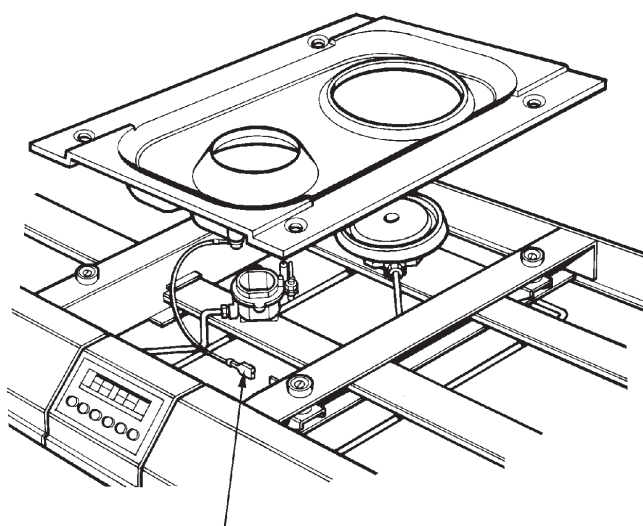

Fig. 24
- NOTA:** Cada uma destas placas tem um cabo de ligação à massa. Cada um destes cabos tem de ser desligado antes de remover a placa (Ver Fig. 24)